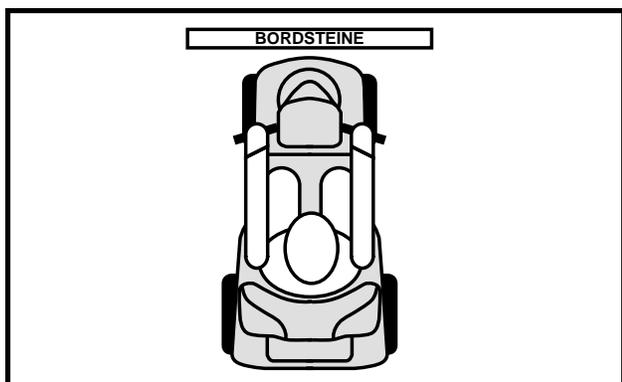

Abb. 3. Richtiges Anfahren einer Bordsteinkante
*WARNUNG! Zum Überwinden einer Bordsteinkante sollten Sie senkrecht dazu anfahren siehe Abb. 3 und 3A.*